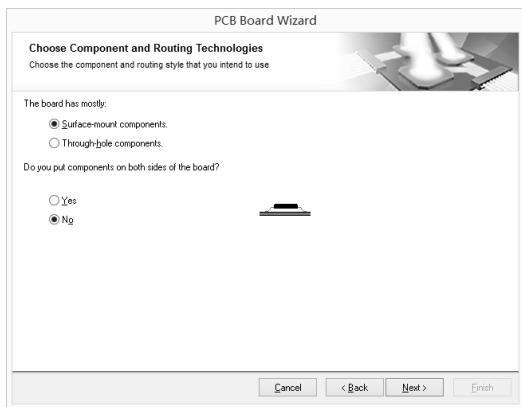
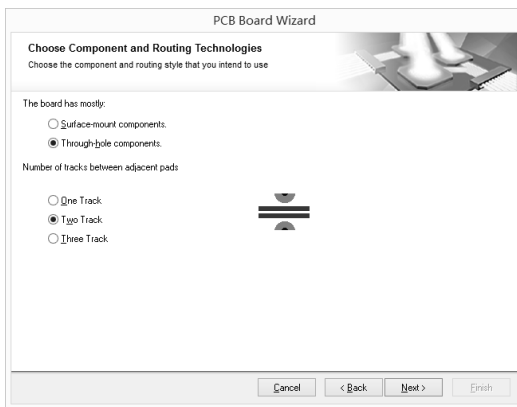

图 3.2.15 PCB 板使用元件类型设定
图 3.2.16 相邻焊盘之间通过导线数目
(7) 单击“Next”按钮,进入下一个窗口,设置所使用元件的类型和布线的风格,如图 3.2.15 所示。在“The board has mostly (此电路板主要是)”选项区域中,有两个单选按钮可供选择,一个是 Surface-mount components (表面贴装元件);另一个是 Through-hole components (插针式封装元件)。如果选中表面贴装元件单选按钮,将会出现“Do you put components on both sides of the board? (你是否希望将元件放在板的两面上?)”提示信息,询问是否在 PCB 的两面都放置表面贴装元件。本例中使用的是插针式封装元件,选中此单选按钮后出现如图 3.2.16 所示的窗口,在此可对相邻两焊盘之间布线时所经过的导线数目进行设定。选中“Two Track (两条导线)”单选按钮,即相邻焊盘之间允许经过的导线为 2 条。